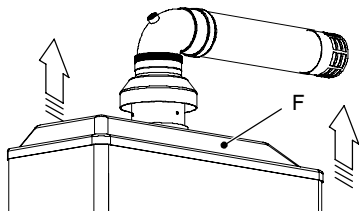

fig. 9.4
- 4 Alzare il tettuccio caldaia "F" e rimuoverlo (fig. 9.4)